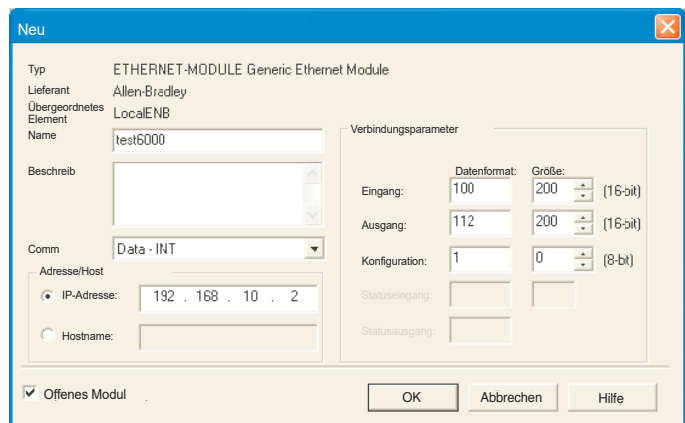

Abbildung 4.3.21p Parametereingabe
4. Geben Sie auf der Parameterseite, die erscheint (Abbildung 4.3.21p), einen Namen für das Modul ein und stellen Sie folgende Werte ein: